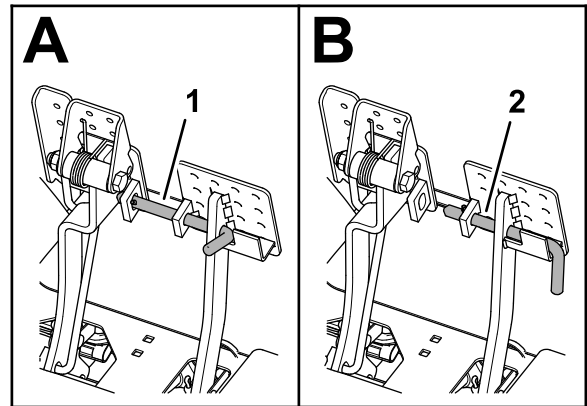

Figure 159
2. Débloquez le verrou entre les pédales de frein (Figure 159) pour les rendre indépendantes l'une de l'autre.